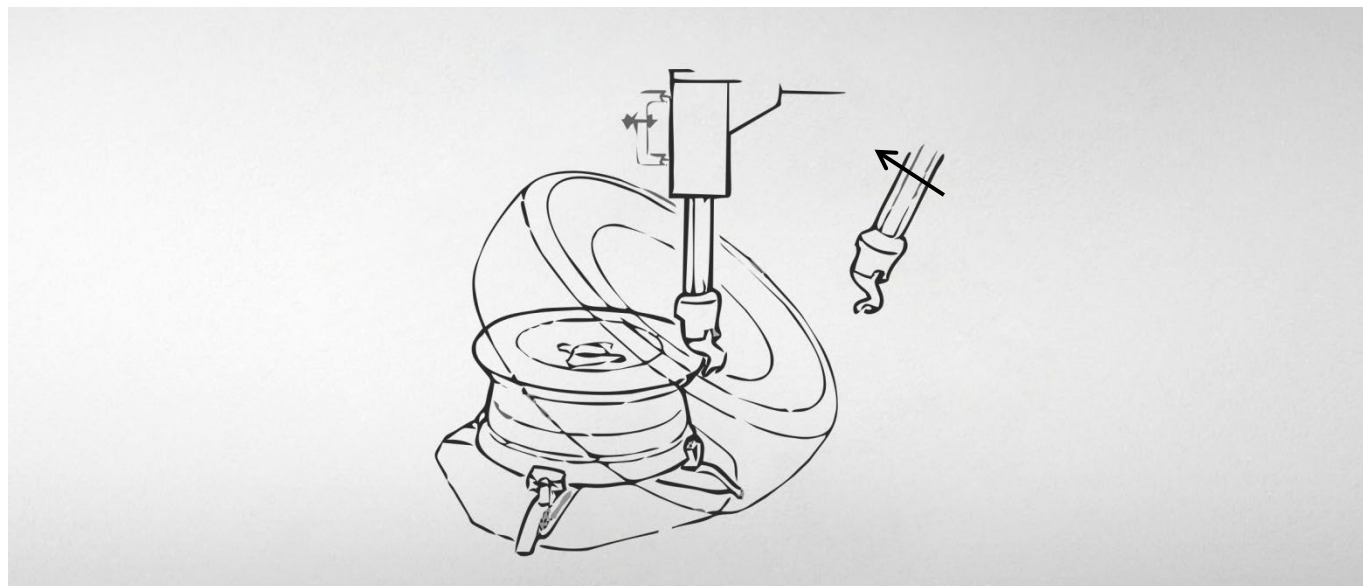

Рисунок 52
- Установите шину на диск под углом (см. Рисунок 52) и, нажав педаль, перевести монтажную колонну в рабочее положение.